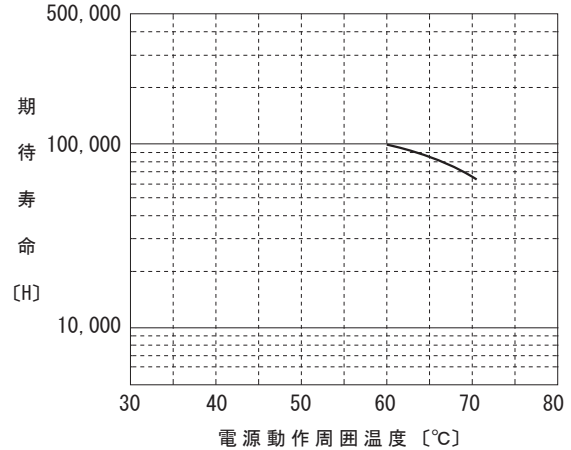

図 7.1 ファン推定寿命
- ・ 標準品との相違点は図 7.1（ファン推定寿命）の通りです。